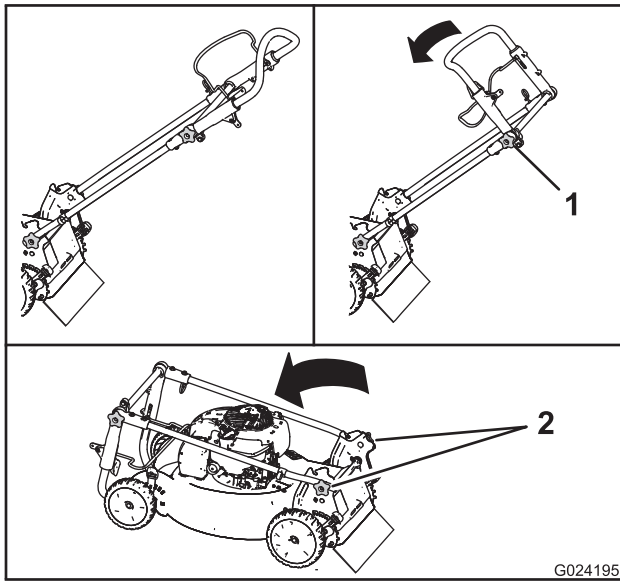

Figure 25
1. Desserrez le bouton de la partie supérieure du guidon (Figure 25).
2. Desserrez les boutons du guidon jusqu'à ce que le guidon bouge librement (Figure 25).
3. Pliez le guidon en avant de la manière indiquée (Figure 25).